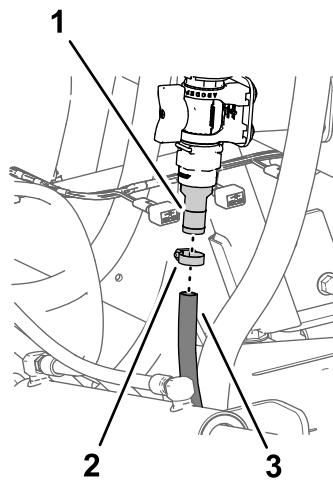

Figura 47
- Conecte la manguera de la lanza de fumigación en el acoplamiento dentado de la válvula de control, y sujetela la manguera al acoplamiento con una abrazadera (Figura 47).